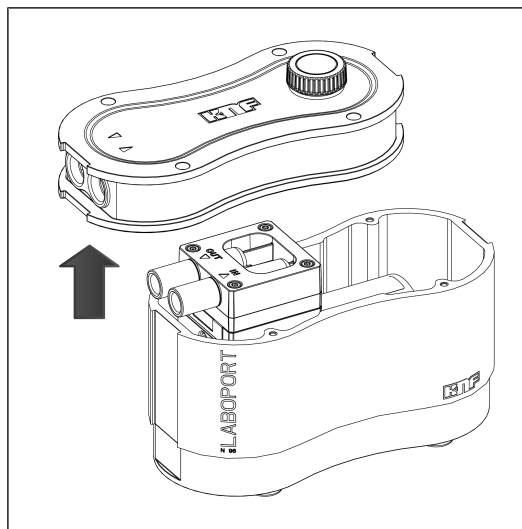

Abb.9: Gehäusedeckel abnehmen
3. Nehmen Sie den Gehäusedeckel (2) vorsichtig ab und legen Sie diesen neben das Pumpengehäuse (3) (siehe Abb. 9).